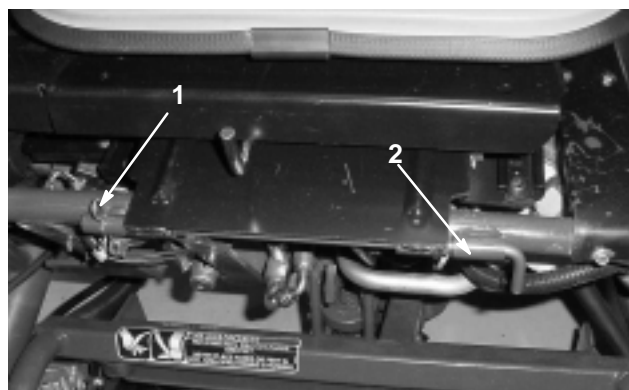

Figure 39
3. Abaissez le siège et retirez la goupille fendue qui fixe l'axe de pivot du siège au bâti (Fig. 39).